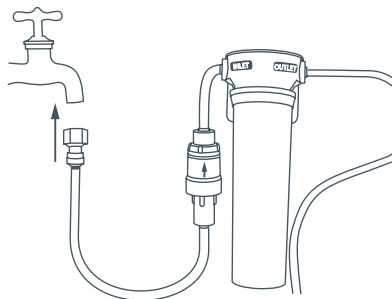

Bild 3
- 7 Anslut röret till krananslutningen och PRV:ns undersida (vit hylsa) och sedan till kranen enligt bild 3. Notera att den medföljande krananslutningen bör passa de flesta installationer. Kontakta en behörig rörmokare om det krävs ett annat beslag till din kran.